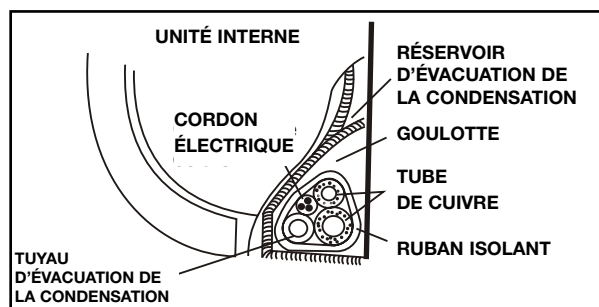

fig.8
5. Envelopper les tuyaux de cuivre, les câbles électriques et le tuyau d'évacuation de la condensation dans même bande isolante en ayant soin de maintenir l'évacuation le plus bas possible pour faciliter l'écoulement de l'eau. La condensation produite par l'unité en mode refroidissement est recueillie dans un réservoir d'où part le tuyau d'évacuation. (fig. 8).